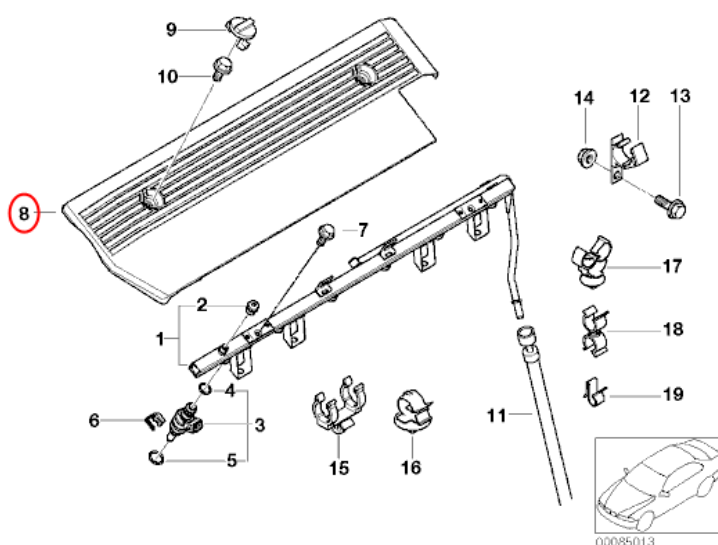

Abbildung 1
3. Demontage Abdeckung Einspritzleiste (Abb. 1, Pos.8) nach Lösen der beiden Kappen (Pos. 9) und Schrauben (Pos.10)